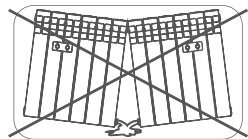

рис. 2
- 6.4. Для монтажа радиаторов с числом секций до 12 используйте 2 кронштейна, для 12 и более 3 кронштейна (2 сверху, 1 снизу) (рис. 2).